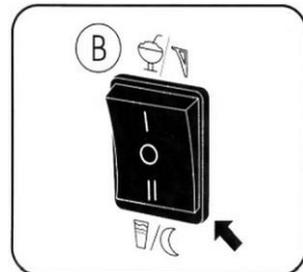

Abb. 6
1. Um die Slush-Maschine auszuschalten, drücken Sie den Ein-/Aus-Hauptschalter (A) in die Position „0“.
2. Sollten Sie das Produkt über Nacht in der Slush-Maschine stehen lassen, stellen Sie den Schalter (B) auf Nachtstellung (Abb. 6).